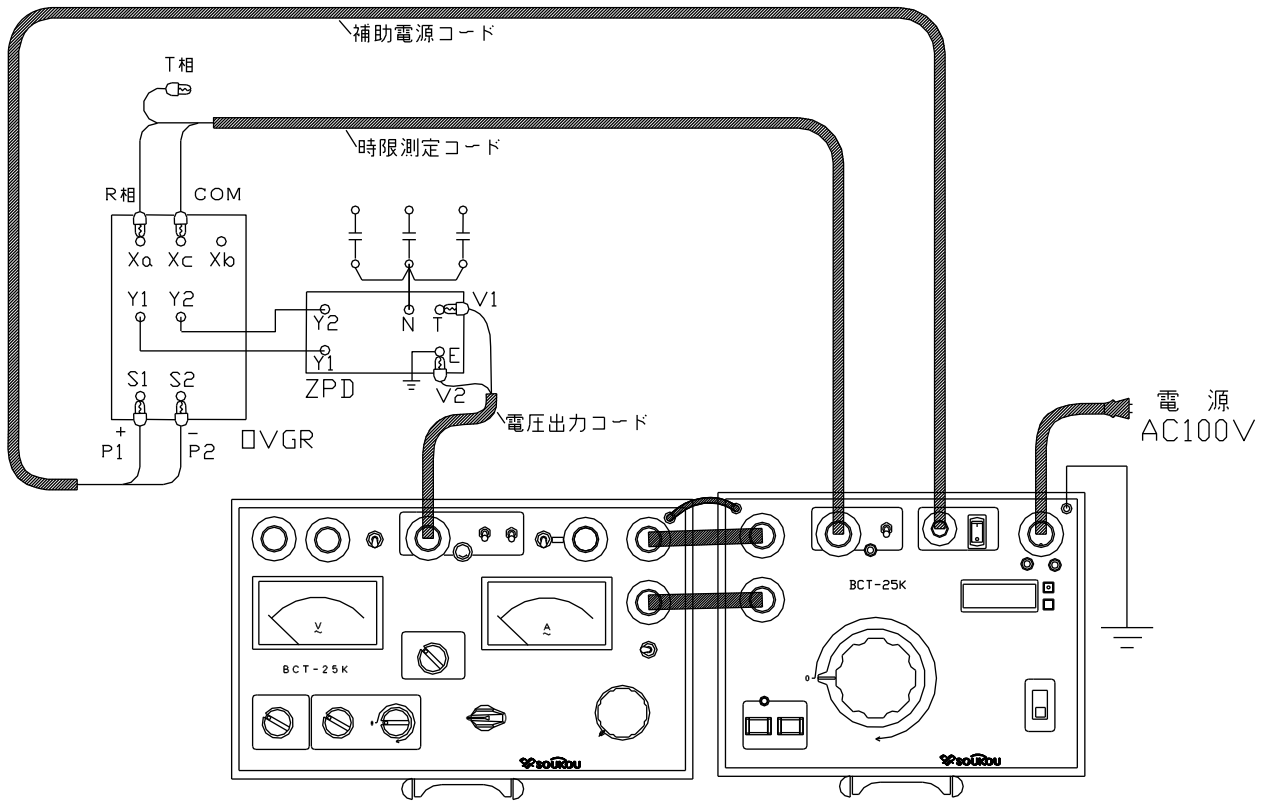

図18：地絡過電圧継電器の試験回路図
7. 以上のような点を注意し、試験回路を構成します。(図18)